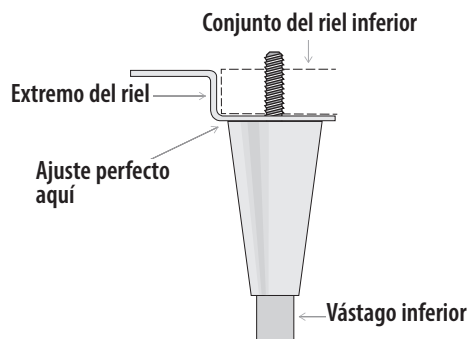

Fig. 4. Representación esquemática de un pie de nivelación.
3. Enrosque los pies de nivelación en el riel del marco o en la parte inferior del aparato. Véanse las figs. 4 y 5.
5. Si el aparato no está nivelado, levántelo con suavidad y coloque un soporte bajo el extremo más bajo del aparato. A continuación, use una llave inglesa para enroscar o desenroscar el vástago inferior del pie de nivelación y nivelar así el aparato de forma que tenga un apoyo sólido. Véanse las figs. 4 y 6.